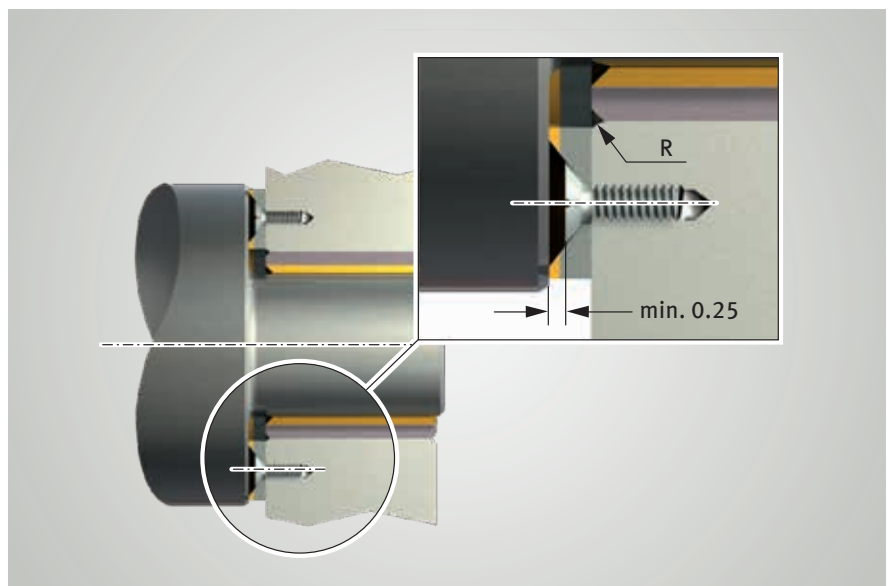

Abb. 4: Befestigen einer Anlaufscheibe PAW ohne Ausnehmung im Gehäuse
- mit mehreren Passstiften oder Schrauben sichern (Abb. 4)